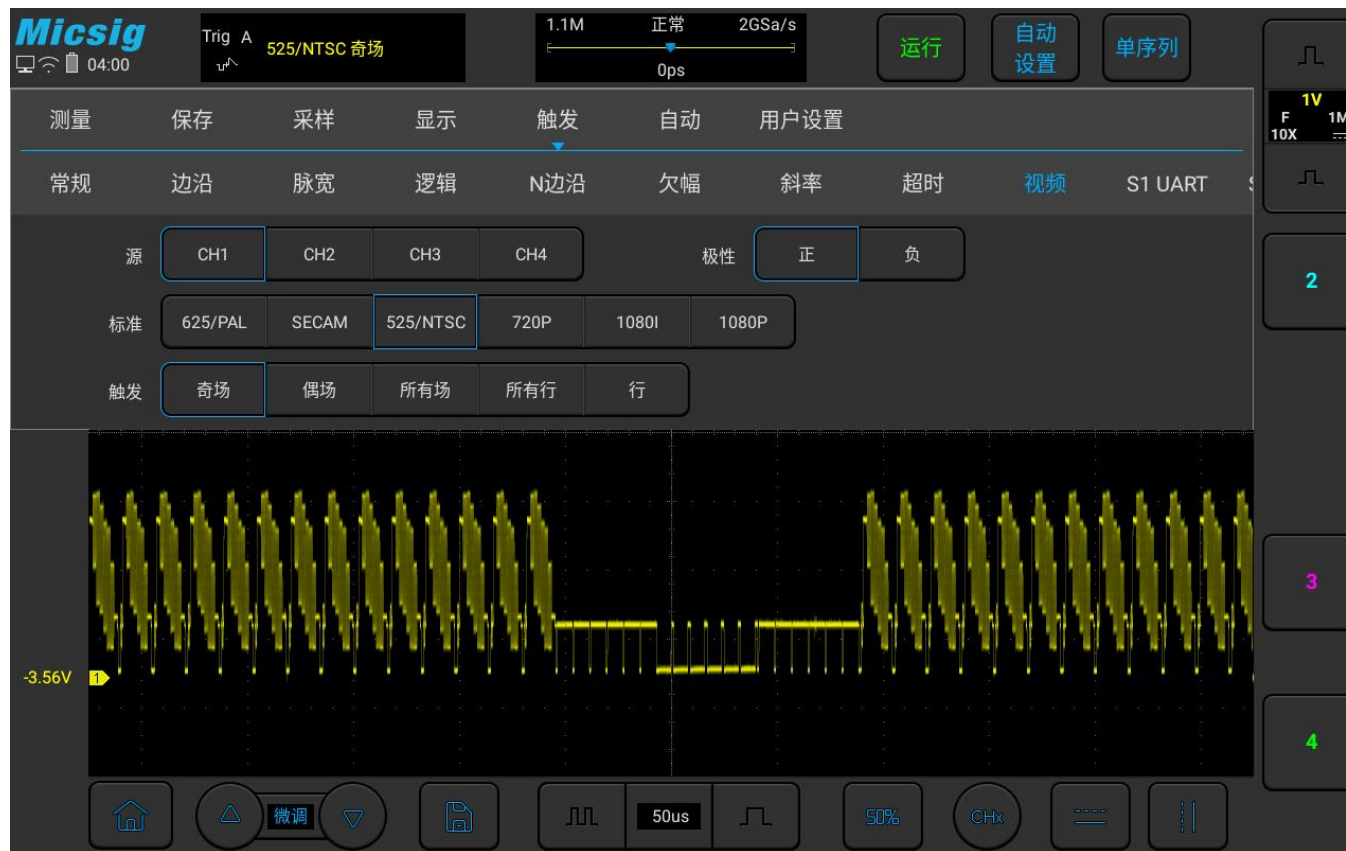

图 5-30 视频触发
1) 打开触发菜单，轻点“触发”打开触发菜单，在触发类型中选择视频触发，对视频触发进行如下设置，见图 5-30：